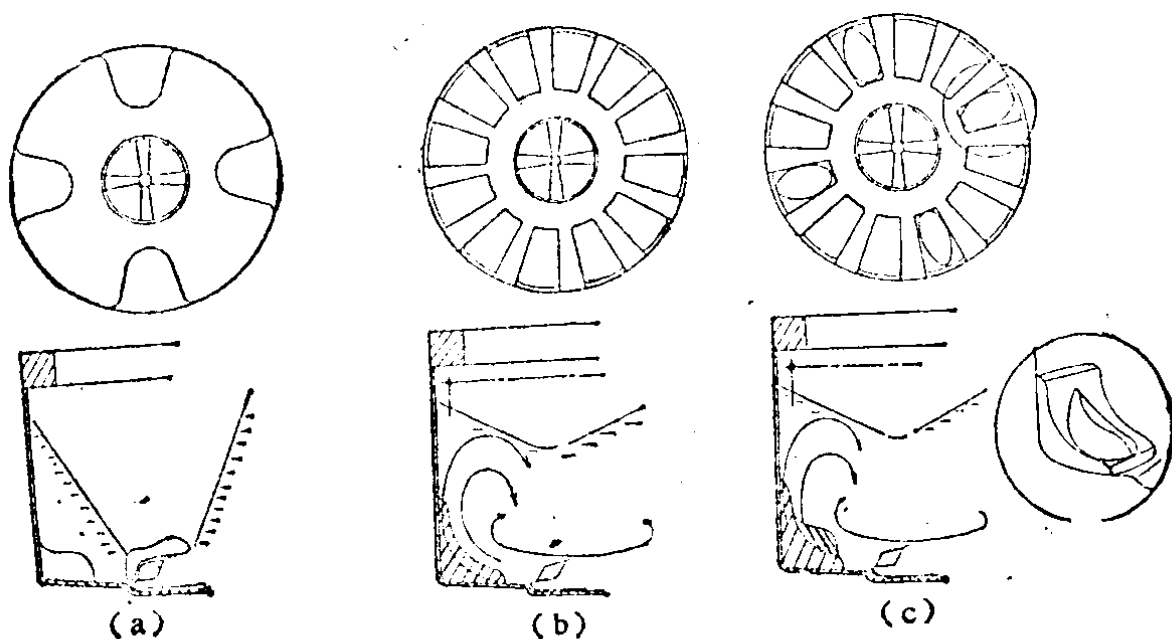

图1-12 洗涤桶桶底的形状
- (1) 改变波轮的几何形状，见图1-12。
- (2) 加大波轮的直径 $\phi 300\text{mm}$ 以上。
- (3) 降低波轮的转速为300r/min以下。
洗涤桶是指盛有洗涤液使衣服能在其中洗涤的容器。对于普通型、双缸型洗衣机来说,就是洗衣机的内桶;对于全自动洗衣机来说就是脱水桶。从目前大量产品看,双缸型多为四方形、大圆角,全自动型则为有孔的圆形桶;桶底不应是平底,平底不利于排水,也不利于衣服的翻滚。如图1-12